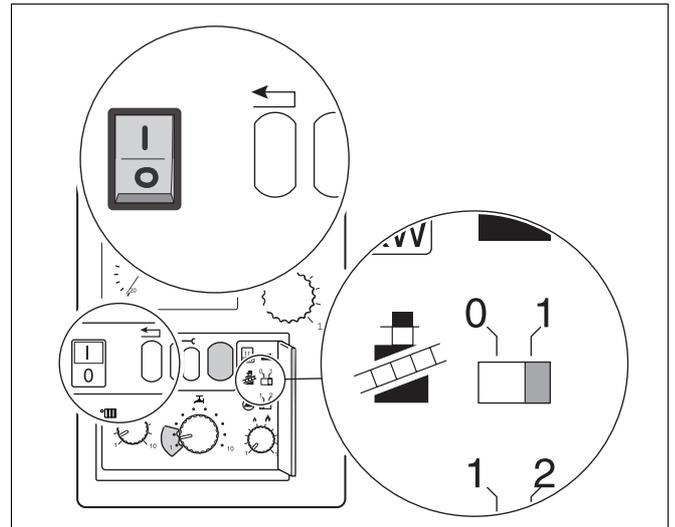

Fig. 23 Interrupteur de secteur (à gauche) et commutateur ramoneur (à droite)
- Mettre le commutateur ramoneur (fig. 23) dans la position "1".
- Brancher la fiche au secteur et mettre l'interrupteur du secteur dans la position "I" (fig. 23). Après un temps d'attente d'environ 30 s, le brûleur s'allume.